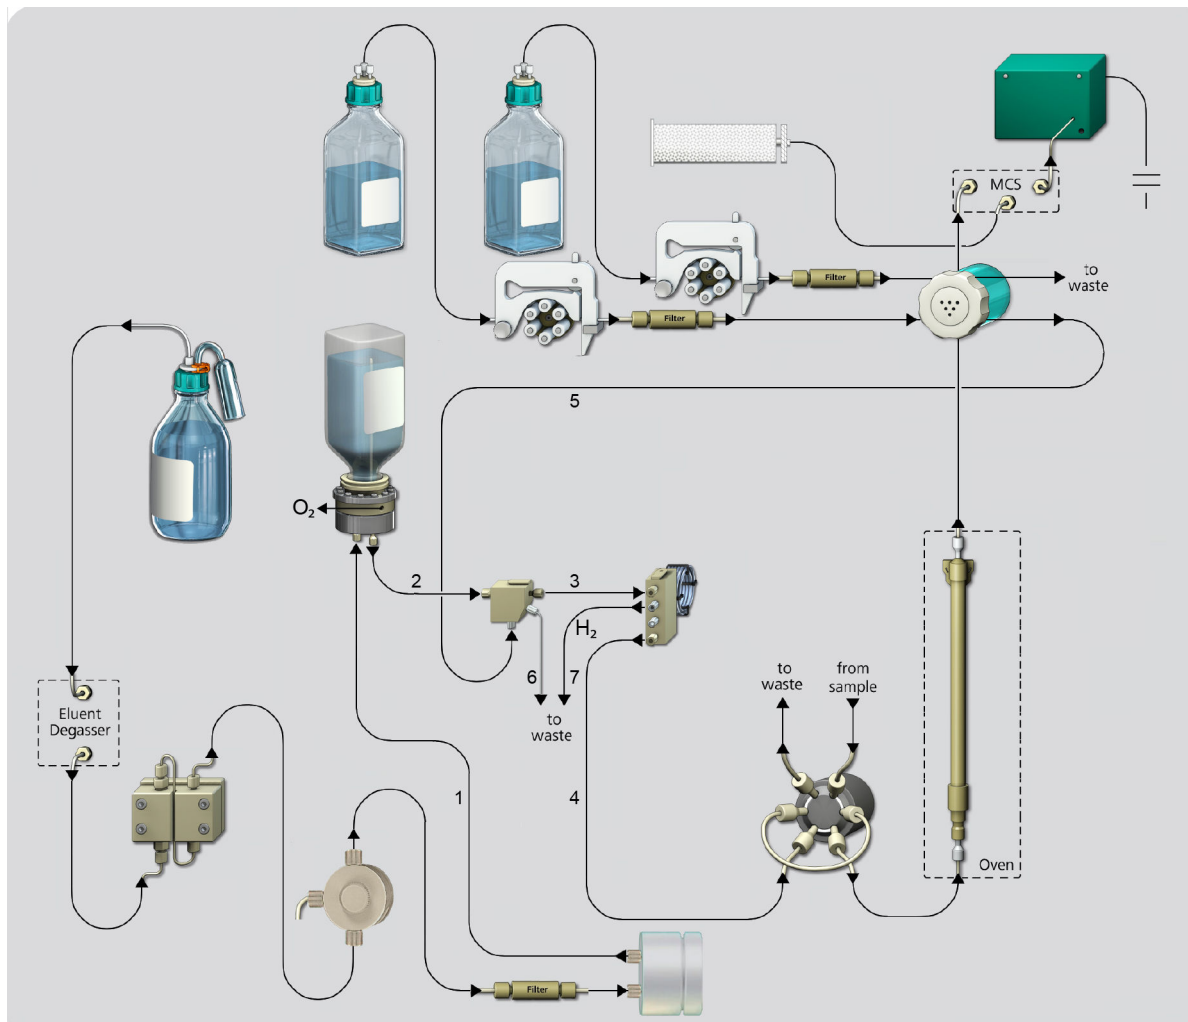

Abbildung 18 948 Continuous IC Module mit Leitfähigkeitsdetektion und SeS – Flusspfad mit externer Spülung
- **Externe Spülung** (*siehe Abbildung 18, Seite 35*):